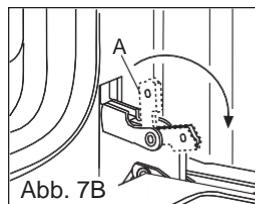

Abb. 7B
- 2) klappen Sie die Haken „**A**“ der Scharniere nach außen (siehe Abb. 7B).